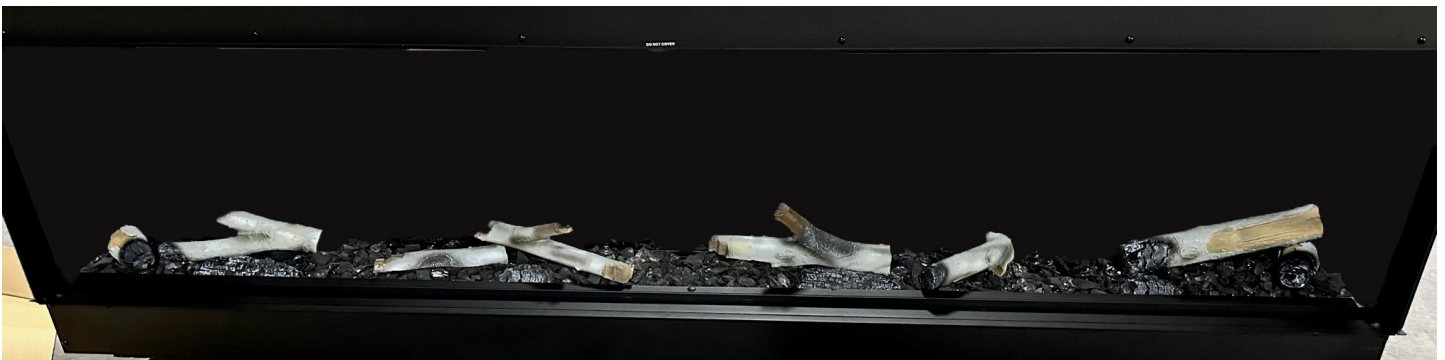

Figure 4.11 - Jeu de bûches complètement installé
- La Figure 4.11 montre les autres bûches installées.